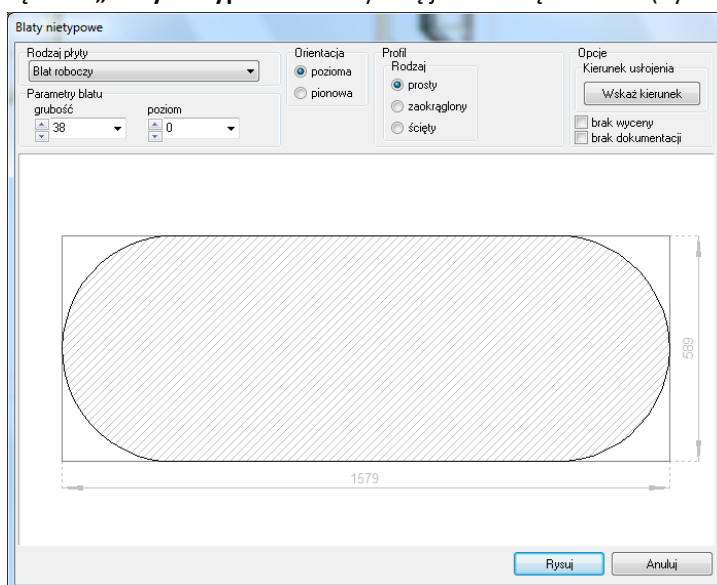

Rys. 17 – rysowanie ścieżki dla blatów nietypowych – widok w projekcie
- na poniższej ilustracji pokazano rysowanie ścieżki dla blatu niestandardowego (Rys. 17);